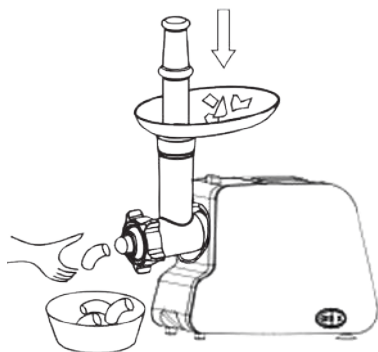

рис.9
7.3.3 Используйте толкатель, как указано на рис. 9, постепенно подавая мясо в лоток.